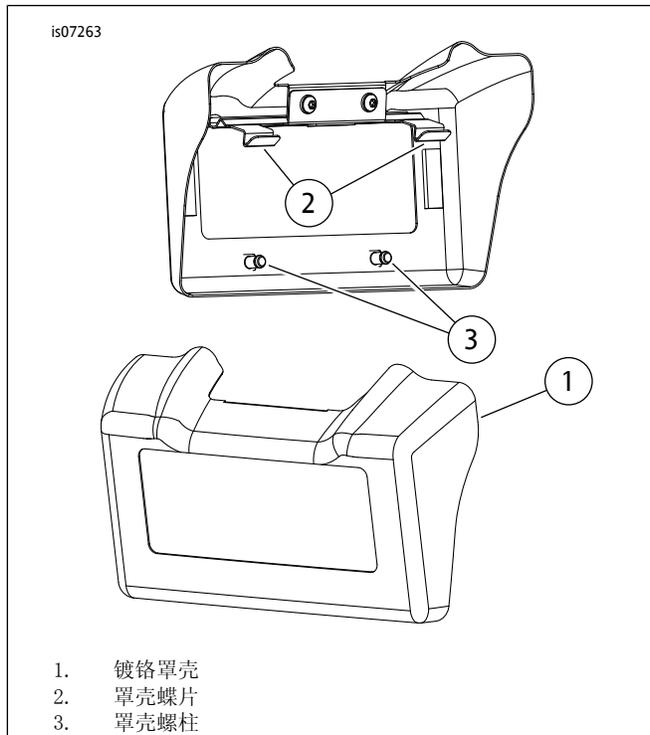

图1。镀铬机油冷却器罩壳
2. 参见图1。滑动新镀铬罩壳顶部( 1 )，使得两个蝶片( 2 )扣住机油冷却器上后部。